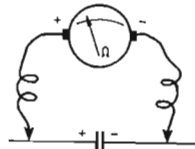

FIG. 4. — L'aiguille monte brusquement (charge) puis retombe.
a) Fuite (Fig. 4). A l'instant du branchement, l'aiguille grimpe, donnant une certaine indication du courant de charge (appréciation de la capacité) puis cette aiguille retombe plus ou moins rapidement jusqu'à 0 ou presque.